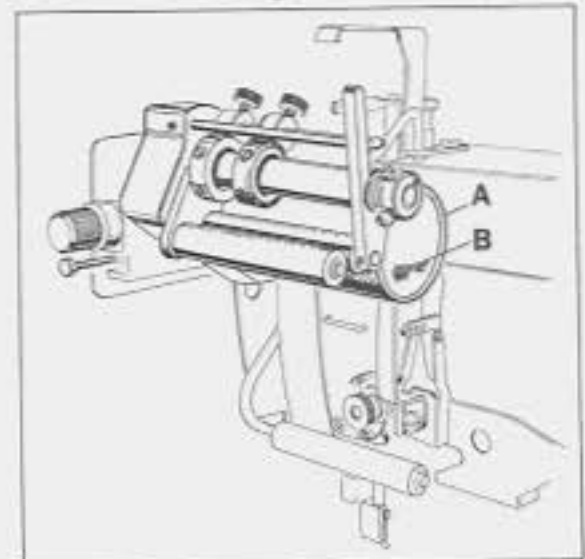

Fig.15
The dirt (rubbed-off elastic, lint) accumulating behind the puller roller (A, Fig. 15) of top metering device has to be removed weekly (in case of excessive contamination daily).
1. Lift spring (B, Fig. 15) and remove the puller roller.
Der sich hinter der Walze (A, Fig. 15) der oberen Zumeßeinrichtung ansammelnde Schmutz (Gummiband-Abrieb, Flusen) muß wöchentlich entfernt werden (bei starkem Schmutzfall täglich).
1. Heben Sie die Feder (B, Fig. 15) an und entfernen Sie die Walze.